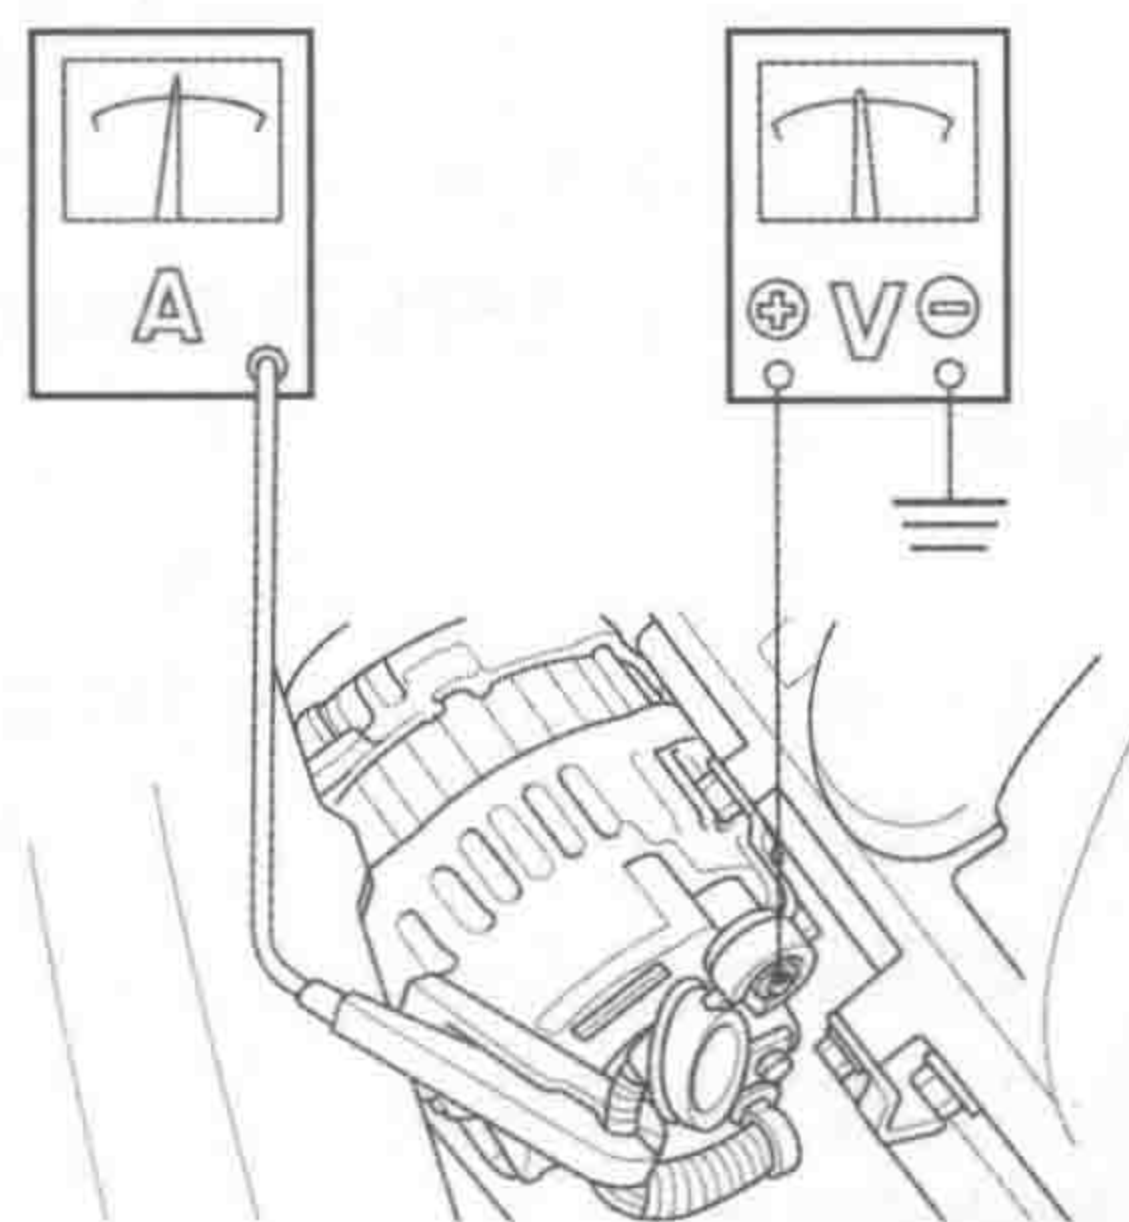

图 1-9 安装电压表及电流表
- 2) 如图 1-9 所示，分别在发电机正极端子及线束上连接电压表（0 ~ 20V）和电流表（0 ~ 400A）。